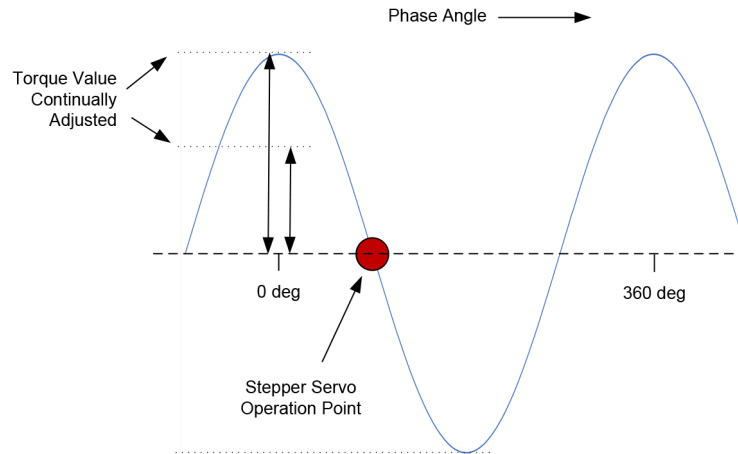

Bild 4. Stepper Servo Arbeitspunkt.
2. Der zweite Unterschied bezieht sich darauf, dass der Betrieb des Stepper Servo den Motor als bürstenlosen DC-Motor betrachtet und den Phasenwinkel auf der Basis der tatsächlichen Encoder-Position statt der Soll-Position kommutiert. Wenn wir unser Kräftediagramm entsprechend abändern, kann man in **Bild 4** erkennen, wie das kommutierte Phasenverhalten darauf hinweist, dass der Schrittmotor am steilsten Anstieg des Kräfte-Tals betrieben wird, und nicht am Punkt des Äquilibriums.